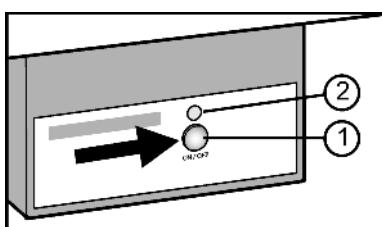

Fig. 23
- Taste On/Off Fig. 23 (1) drücken, so dass die LED Fig. 23 (2) leuchtet.